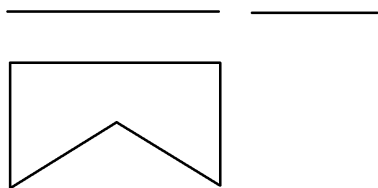

图 8
8. 以平面 H 面投影作为俯视图（图 8），按厚度为 15，完成该立体的主、左视图。